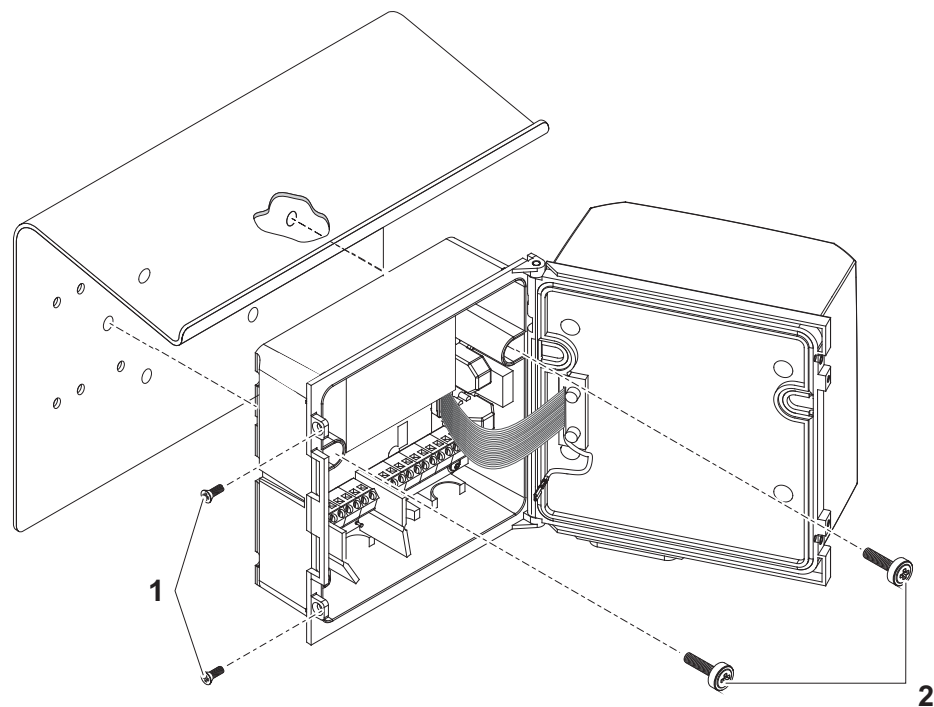

figura 3-8 Montaje del DIQ/S 281 con parasol SD/K 170
- 1 Retire los dos tornillos avellanados (pos. 1 en la figura 3-8) y haga bascular la tapa para abrirla.
- 2 Coloque el transmisor universal en el parasol y fíjelo con los dos tornillos (pos. 2 en la figura 3-8).
- 3 Cierre la tapa y fíjela con los dos tornillos avellanados (pos. 1 en la figura 3-8).